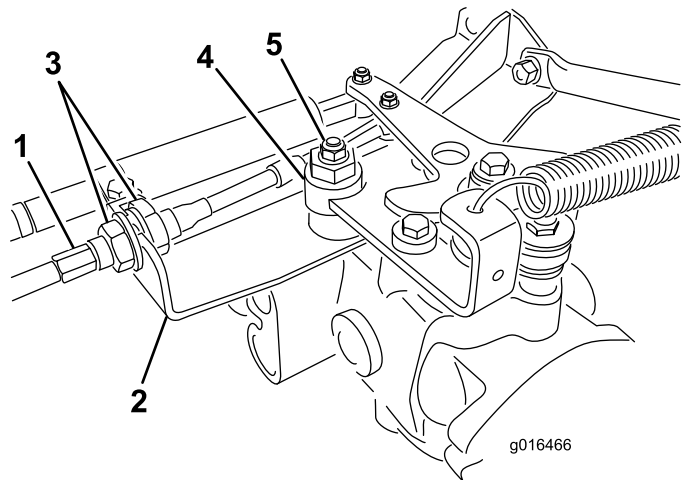

Рисунок 41
- A. Ослабьте обе контргайки, которые крепят тросик управления тягой к кронштейну на гидростате (Рисунок 41). Ослабьте контргайки одинаково и в степени, достаточной для регулировки.
Примечание: Ослабьте контргайку крепления эксцентрика к верхней части гидростата (Рисунок 41).
- E. Когда колесо перестанет вращаться, затяните гайку, которая фиксирует эксцентрик и регулировку (Рисунок 41).
крепящие тяговый тросик (Рисунок 41). Не перекручивайте тросик.